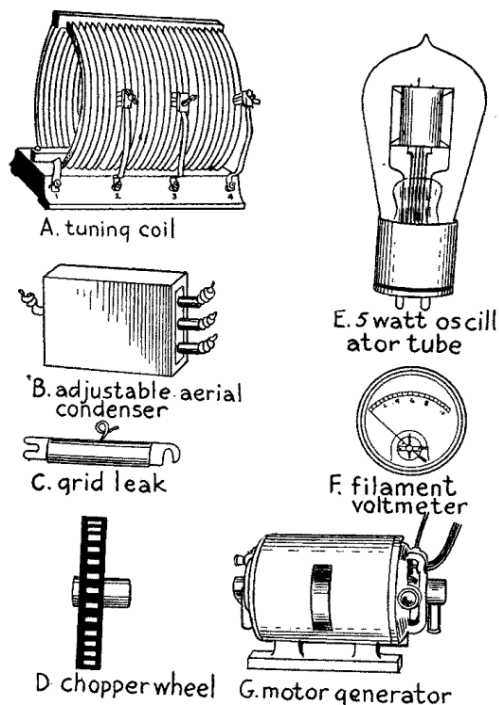

Fig. 77 – Componentes para el transmisor telegráfico CW de 100 millas
como podemos ver en el dibujo A de la Fig. 77. Lleva una toma fija y tres pinzas de cocodrilo a las que se sujeta un trozo de cobre trenzado. Tiene un diámetro de $6 \frac{1}{4}$ pulgadas, una altura de $7 \frac{7}{8}$ pulgadas y una longitud de $9 \frac{3}{4}$ pulgadas, cuesta 11 dólares.
Componentes necesarios.— Los diversos componentes que vamos a necesitar para este transmisor son: (1) un *amperímetro de hilo caliente* para la antena como el que vemos en el dibujo *E* en la *Fig. 75*, pero que alcanza hasta 5 amperios en vez de 2,5 amperios; (2) una *bobina de sintonía* que se puede ver en el dibujo *A* de la *Fig. 77*; (3) un condensador de antena que se puede ver en el dibujo *B* de la *Fig. 75*; (4) una resistencia de escape de rejilla que se puede ver en el dibujo *C* de la *Fig. 77*; (5) un *manipulador telegráfico* que se puede ver en el dibujo *G* de la *Fig. 75*; (6) un *condensador de rejilla*, similar al condensador de antena, pero sólo con dos terminales; (7) un *tubo oscilador de 5 vatios* que puede verse en el dibujo *E* de la *Fig. 77*; (8) un *condensador de paso de 0.002 mfd. y 3.000 voltios*, similar a los condensadores de antena y rejilla; (9) un par de *bobinas de choque* para el circuito secundario de alta tensión; (10) un *miliamperímetro*; (11) un *transformador de potencia* para C. A.; (12) un *reostato* que puede verse en el dibujo *I* de la *Fig. 75*; y (13) un *interruptor de red* como el que aparece en el dibujo *K* de la *Fig. 75*.
Componentes necesarios.—Para este equipo necesitaremos: (1) una *bobina de sintonía* como la que podemos ver en los dibujos *A* y *B* de la *Fig. 75*; (2) un *amperímetro de antena* como el dibujo *B* en la *Fig. 75*; (3) un *condensador de antena* como el que podemos ver en el dibujo *C* de la *Fig. 75*; (4) un *condensador de rejilla, de bloqueo y de protección* como el que se podemos ver en el dibujo *D* de la *Fig. 75*; (5) una *resistencia de escape de rejilla* como la del dibujo *C* de la *Fig. 77*; (6) un *tubo de vacío amplificador* que emplearemos como oscilador; (7) una *batería de 6 voltios*; (8) un *reostato* que podemos ver en el dibujo *I* de la *Fig. 75*; (9) una *bobina de choque*; (10) un *interruptor de red* como el del dibujo *K* de la *Fig. 75*, y un *transmisor microfónico normal*.
Componentes necesarios.— Los componentes necesarios son: (1) un *amperímetro de antena* como el que se puede ver en el dibujo *E* de la *Fig. 75*; (2) una *bobina de sintonía* que se puede ver en el dibujo *A* de la *Fig. 77*; (3) un *condensador de antena* que se puede ver en el dibujo *B* de la *Fig. 77*; (4) una *resistencia de escape de rejilla* y un *condensador de protección*; (6) un *tubo oscilador de 5 vatios* que puede verse en el dibujo *E* de la *Fig. 77*; (7) un *reostato* como el del dibujo *I* de la *Fig. 75*; (8) una *batería de 10 voltios (5 celdas)*; (9) una *bobina de choque*; (10) un *interruptor de red* como el del dibujo *K* de la *Fig. 75*, y (11) un *motor-generador* con una entrada de 110 o 220 voltios y una salida de 350 voltios.